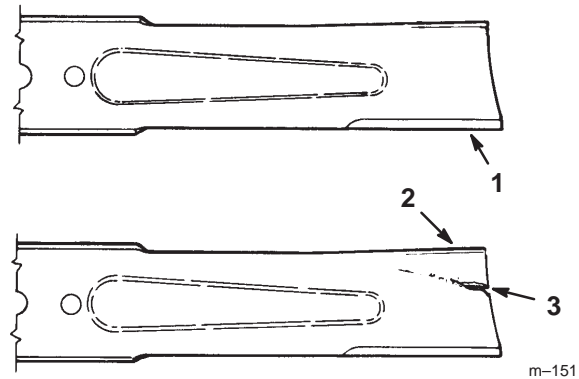

Figure 29
1. Inspectez les tranchants des lames (Fig. 29). Si les lames ne sont pas tranchantes ou si elles présentent des indentations, déposez-les et aiguisiez-les (voir Aiguisage des lames, page 33).
2. Inspectez les lames, surtout la partie incurvée (Fig. 29). Remplacez immédiatement toute lame endommagée, usée ou qui présente une entaille (repère 3 de la Fig. 29).